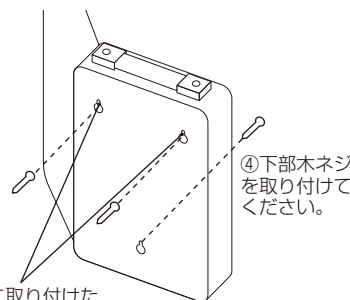

図2
- ③本体背面の上部木ネジ固定穴を木ネジに引っ掛けてください。(図2参照)
- ④下部木ネジ固定穴を木ネジで取り付けてください。(図2参照)
- ⑤上部の木ネジを締め込んで本体をしっかり固定してください。